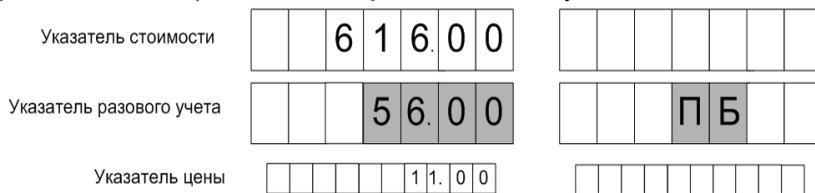

Рисунок 12
10.2 Доза на устройство задается оператором с помощью СУ. В начале нового налива, когда колонка готова к отпуску топлива, мигающими символами в средней строке ЖКИ отображается значение заданной дозы, а в случае отпуска "до полного бака" – символы "ПБ" (рисунок 12). Это предоставляет удобный способ определить, когда можно начать налив, а также убедиться, что задано требуемое количество топлива. Для запуска налива необходимо нажать кнопку "Пуск", после чего значения стоимости и объема на табло обнуляются. С этих пор на табло отображается *отпущенная* на текущий момент доза.